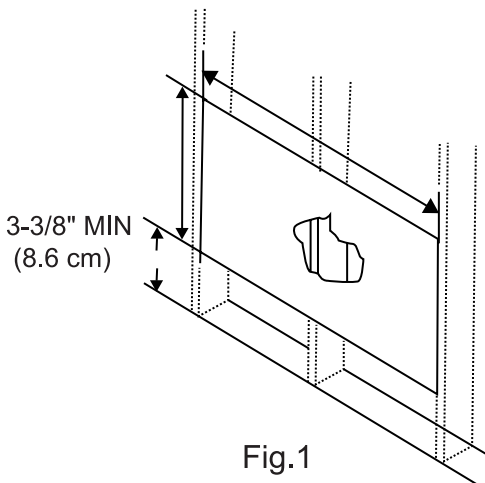
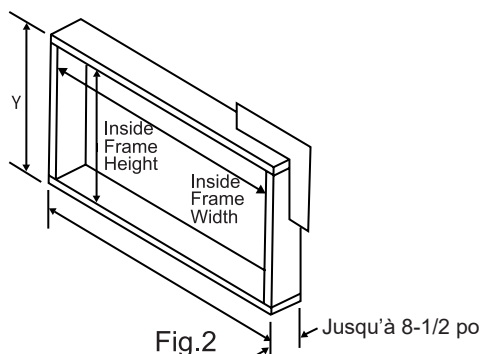

Fig.1
Fig.2
3. Mesurez entre les bords intérieurs de chaque autre montant, tel qu'illustré à la Fig. 1.
Mesurez et découpez soigneusement une ouverture avec les dimensions suivantes en fonction de votre modèle. Voir Fig. 1 et Fig. 2.